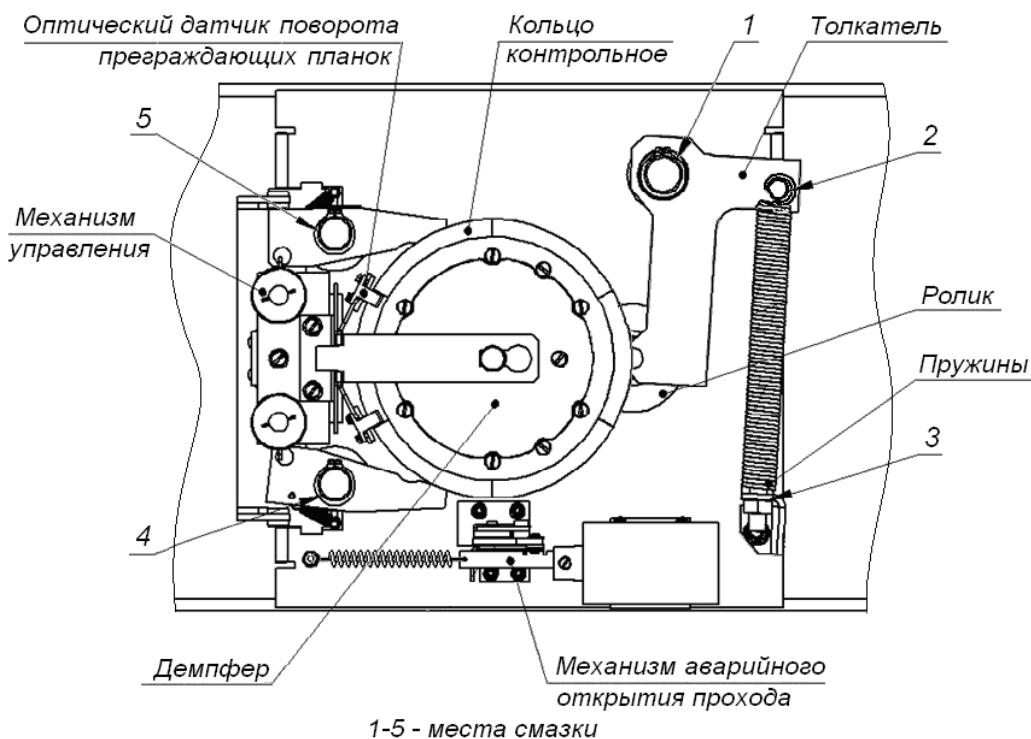

Рисунок 16. Расположение внутренних деталей и узлов стойки ЭП
4. Снимите крышку (3) в порядке, указанном в разд. 6 и положите ее на ровную устойчивую поверхность.
5. Осмотрите устройство доворота (толкатель, пружины и ролик), оптические датчики поворота преграждающих планок и демпфирующее устройство (см. рис. 16).
- смазкой типа *Chain and Rope Lube Spray - WEICON* оси вращения рычага толкателя (1, рис. 16) ролика и стопоров (4, 5, рис. 16);
- смазкой ШРУС-4 точки крепления пружин доворота (2, 3, рис. 16).